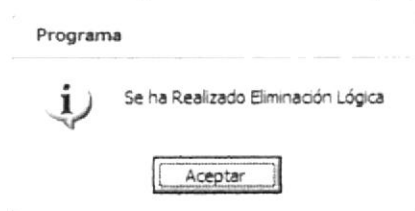

Figura 3.61 Mensaje de Eliminación de Modelo
3. Si se ha realizado la eliminación aparecerá el mensaje (Ver figura 3.61)